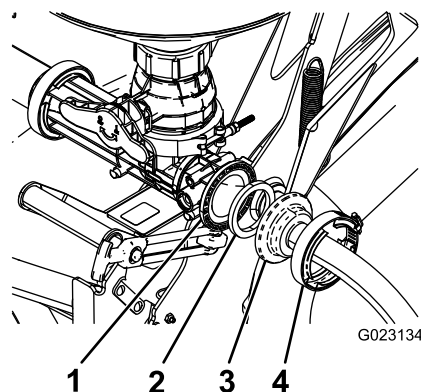

Figure 18
4. Fixez l'extrémité du flexible d'alimentation non muni d'une traversée dans l'orifice arrière sur la vanne de mélange, au moyen d'un joint et d'un collier (Figure 18).